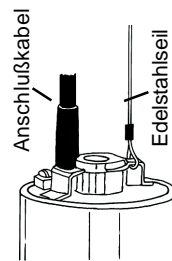

Bild 4
- Befestigen Sie das Edelstahlseil des "Revisions-Set Tauchpumpe" mittels der Seilklemmen an dem Bügel der Combipress, siehe Bild 4.